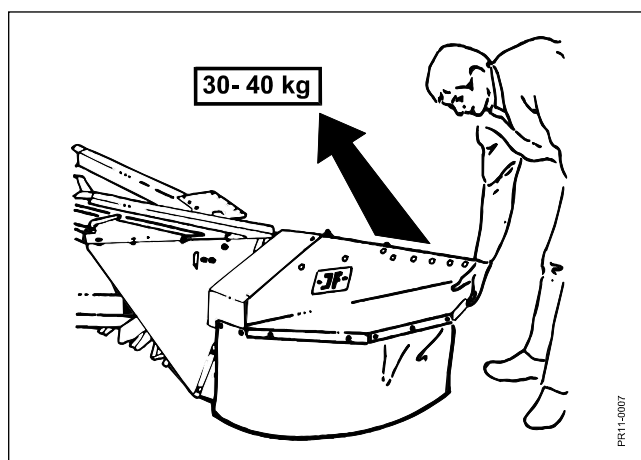

Fig. 2-17
- Fig. 2-17** Fabrikken anbefaler at justere aflastningen, så maskinens yderste ende kan løftes med en kraft på 30 - 40 kg.